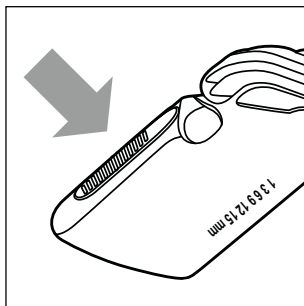

Abb. 5
- ▶ Drücken Sie den Knopf, wenn Sie den Kammaufsatz **10/11** nach oben oder unten schieben (siehe Abb. 5). Dadurch lässt sich der Kammaufsatz **10/11** leichter aus der Einrastung lösen und verschieben.
- ▶ Drücken Sie die obere Seite des Knopfes, wenn Sie den Kammaufsatz **10/11** nach oben oder unten schieben (siehe Abb. 5). Dadurch lässt sich der Kammaufsatz **10/11** leichter aus der Einrastung lösen und verschieben.